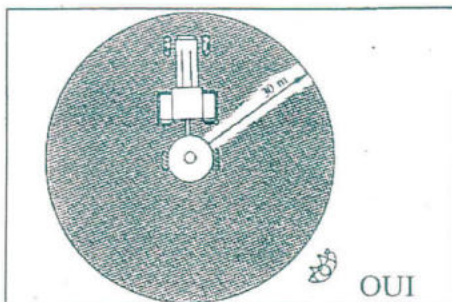

Fig. 2
- Distance minimum des personnes par rapport au lieu d'exécution : 30 mètres (fig. 2).